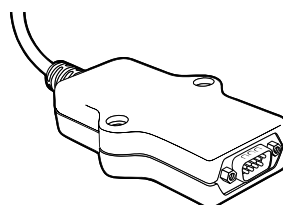

Figure 3
1. Brancher le programmeur portatif Q-Logic™ (page précédente) à l'affichage amélioré Q-Logic™ ED ou à la manette autonome si le SCIM (module d'entrées de commande spéciale- Figure 3) est en cours d'utilisation.
Si vous utilisez le module d'entrée de commande spéciale Q-Logic™ (SCIM Figure 3), vous aurez besoin d'un type d'interrupteur mécanique à brancher sur le port d'alimentation de la manette autonome pour mettre le fauteuil sous tension/hors tension et s'assurer que le SCIM est le module de commande principal. Le programmeur Q-Logic™ est nécessaire.
1. Brancher le programmateur portatif Q-Logic™ à l'affichage amélioré Q-Logic™ ED ou à la manette autonome si le SCIM (module d'entrées de commande spéciale- Figure 3) est en cours d'utilisation.